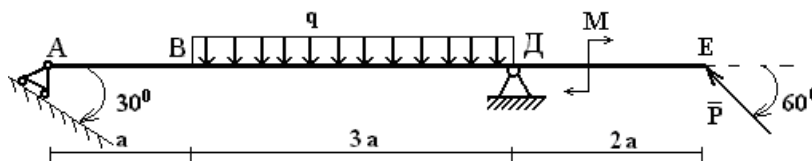

Рисунок 4 – Равновесие балки
1. Строим балку АЕ в соответствии с данными задачи (рисунок 4). Рассмотрим равновесие балки АЕ, на которую действуют сила $\bar{P}$, пара сил с моментом М и распределенная нагрузка интенсивности q на участке ВД.